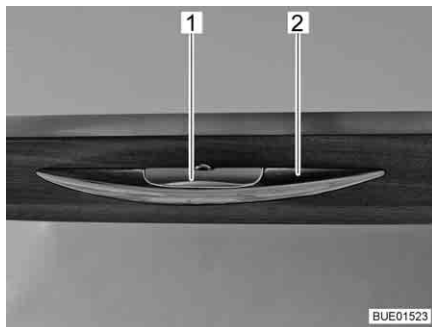

Bild 55 Skåplucka med låshandtag
- Tryck in låshandtaget (Bild 55,1) och håll det intryckt.
- Öppna skåpluckan genom att dra i handtaget (Bild 55,2).